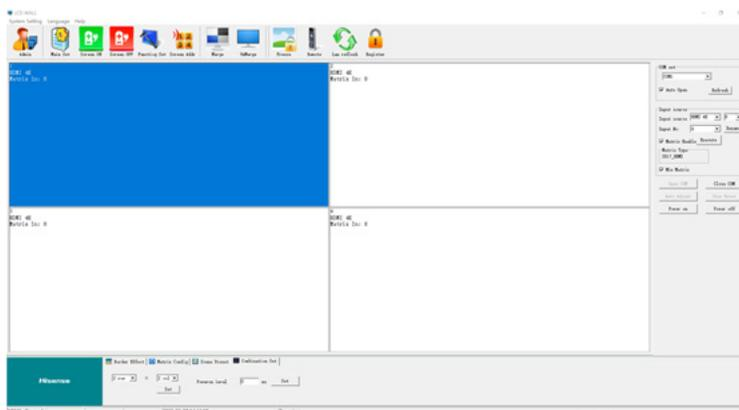

Рис.1
Распакуйте RAR-архив с программным обеспечением для управления соединением, в нем находятся следующие файлы: логотип пользователя, автоматическая настройка изображения VGA, последовательная отладка, LCDWall.exe, LcdWall.exe.manifest, MWS\_Cfg.ini. Управляющее программное обеспечение — это «зеленая» версия, не требующая установки. Запустите файл Lcdwall.exe, на экране появится следующее, см. рис.1.
**Примечание:** содержание интерфейса может отличаться от приведенного выше примера, если используются разные версии программного обеспечения; проконсультируйтесь с сотрудником службы поддержки компании. Описание функций рабочего интерфейса представлено на рис.1: